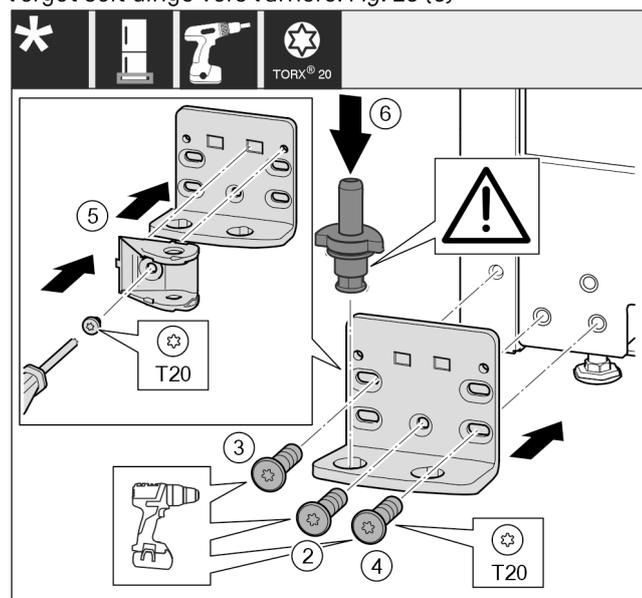

Fig. 27
- ▶ Placer le support de palier de l'autre côté et le visser avec un tournevis T20. Commencer par la vis 2 en bas au milieu. Fig. 27 (2)
- ▶ Serrer les vis 3 et 4. Fig. 27 (3,4)
- ▶ Faire tourner la liaison de l'amortisseur de fermeture à 180°. De l'autre côté du support de palier, visser avec un tournevis T20. Fig. 27 (5)
- ▶ Insérer complètement le boulon de palier. Veiller à ce que l'ergot soit dirigé vers l'arrière. Fig. 27 (6)